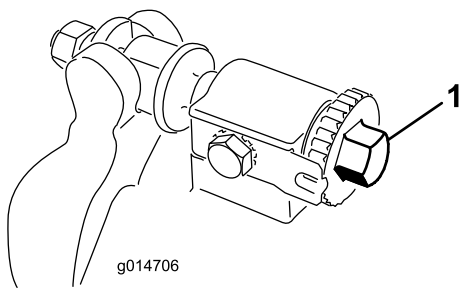
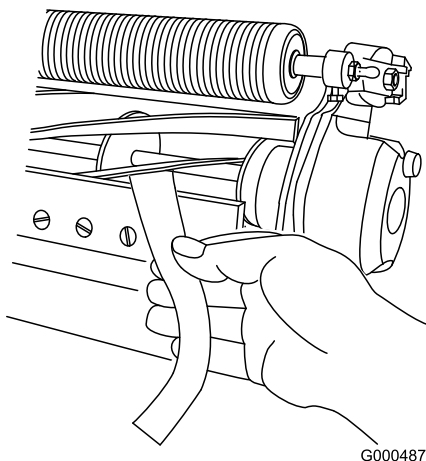

図 6
図 7
2. ベッド・バー調整ネジ(図 6)を左に回して、リールと下刃の接触を完全になくす。
4. リール前面の左右いずれかの端を選び、リールと下刃の間に長く切った新聞紙片を差し入れる（図 7）。リールをゆっくり前回転させながら下刃調整ネジを締める図 6（新聞紙を入れた側の調整ネジを、1 目盛りつつゆっくりと）。新聞紙を引き抜くのに軽い力が必要な程度でよい。
むだけ、下から差し込むと切れるのが正しい調整である（図 7）。リールと下刃のごくわずかの接触で紙が切れなければいけない。接触を強くしないと切れない場合には、鋭利な刃先を取り戻して精密なカットができるようにバックラップか研磨を行うことが必要（Toro 研磨マニュアルを参照）。